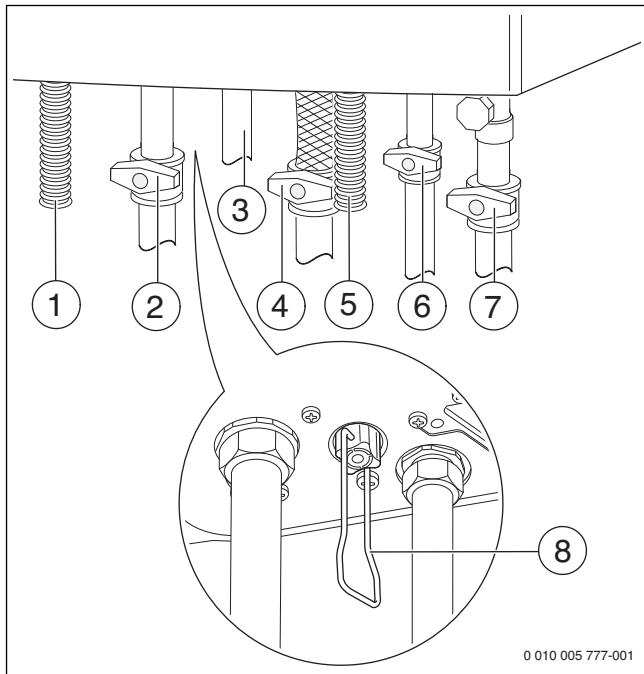

Рис. 26 Подключения газа и воды (дополнительная комплектация)
- ▶ Котлы GB062 ..K.: откройте кран холодной воды (→ рис. 26) и держите кран горячей воды открытый до тех пор, пока из него не потечёт вода.
- ▶ Откройте краны подающей и обратной линий отопления (→ рис. 26).
- ▶ Заполните отопительную систему до давления 1-2 бар (→ рис. 26) и закройте кран для заполнения и слива.